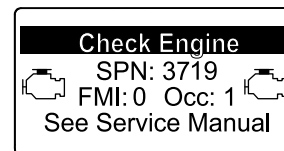

Figura 41
- Se for necessária uma regeneração de recuperação, o InfoCenter mostra o aviso do motor SPN 3719, FMI 16 (Figura 41) e o computador do motor reduz a potência do motor para 85%.